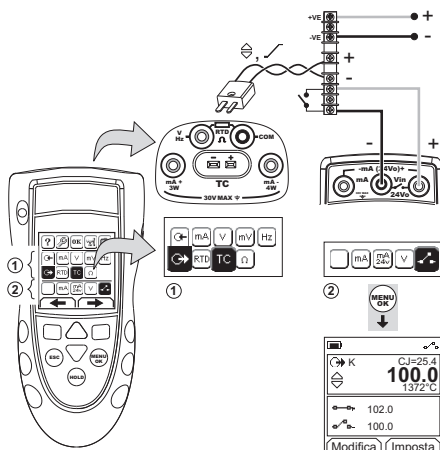

Figura 12: Esempio di configurazione – test del selettore
1. Collegare lo strumento (Figura 12) e, se necessario, modificarne il Setup (Tabella 1).